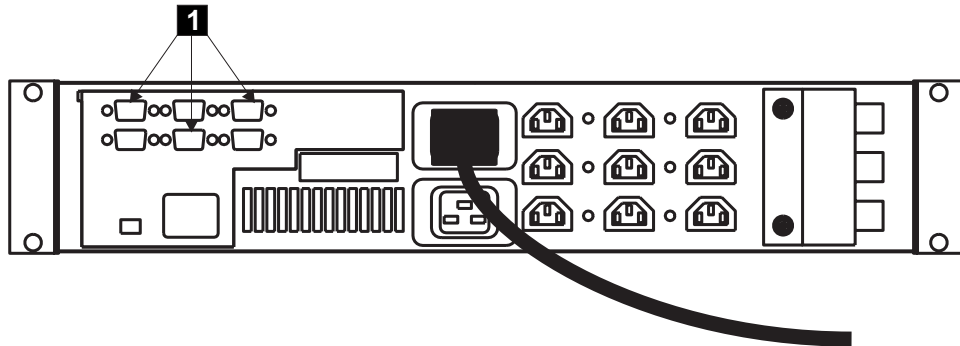

図 215. 2145 UPS シグナル・ケーブルの切り離し
2. 2145 UPS の後部でシグナル・ケーブルを切り離します。図 215 の **1** を参照してください。